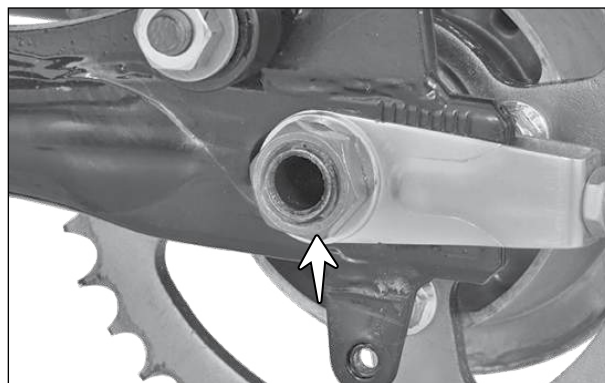

Fig. 6.69
- Remova a porca (M18) (seta) e a arruela do eixo de fixação do conjunto do flange da coroa. (Fig. 6.69)